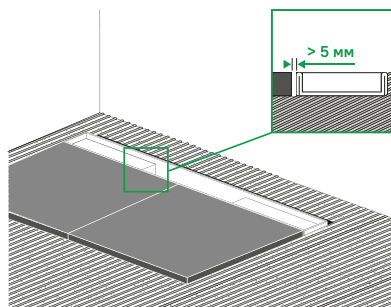

Рис. 8 / Сур-8
9. Укладывайте плитку на расстоянии не менее 5 мм от лотка (рис. 8).